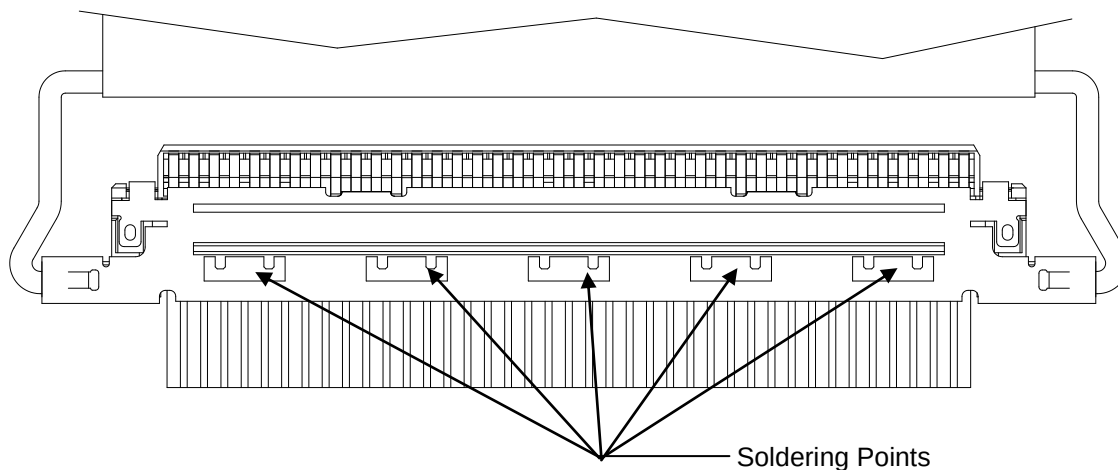

Fig.6 Soldering of UPPER SHELL and GND BAR
③UPPER SHELL/LOWER SHELL とGND BAR を半田コテにて半田付けする。(Fig.6,7)
③UPPER SHELL/LOWER SHELL and GND BAR are soldered with the soldering iron. (Fig.6,7)